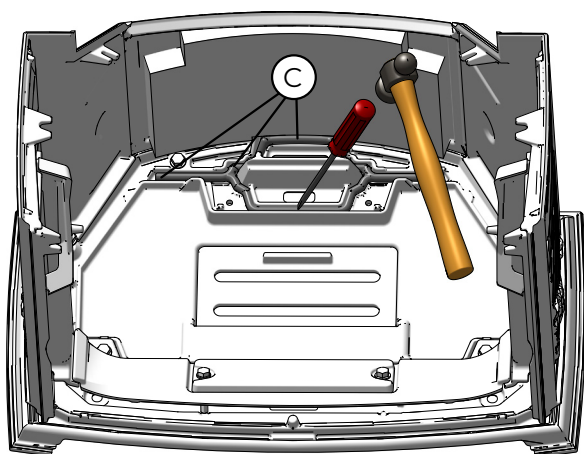

Fig. 7.11
6	Retirer l'ancien ciment (C) de la rainure (Fig. 7.11)